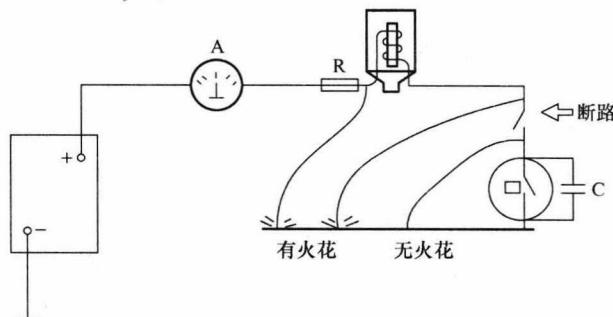

图1-4 搭铁试火法示意图
(10) 电路搭铁试火法 通路、短路、断路试验法与思路如图1-4所示。